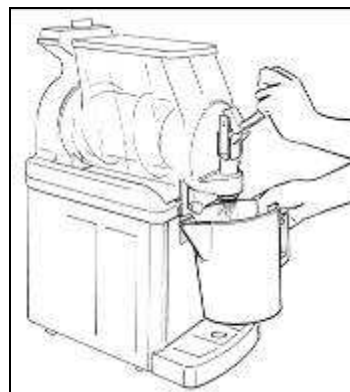

Fig. 24
- Far funzionare la macchina in modalità lavaggio per alcuni minuti, svuotare la vasca e ripetere le stesse operazioni finché dalla stessa non esce acqua limpida (fig.24).